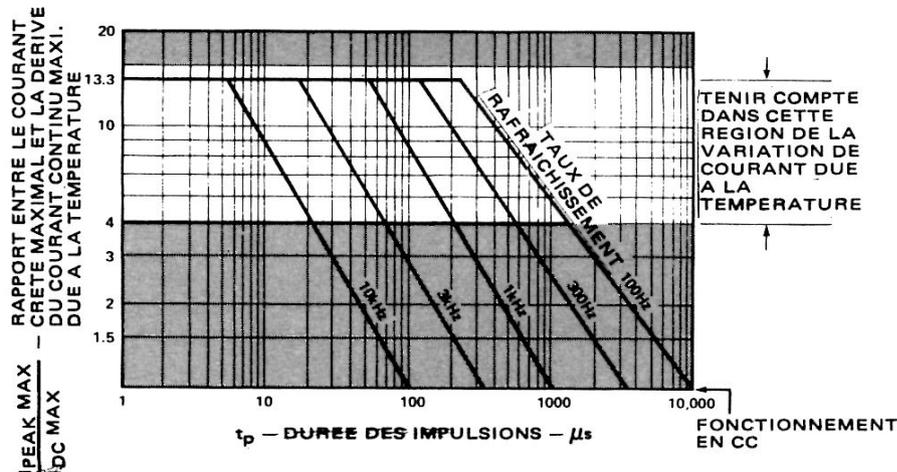

FIGURE 1 - Courant maximal admissible en fonction de la durée des impulsions
2. Se reporter aux courbes de la figure 1 (courant crête/durée des impulsions)